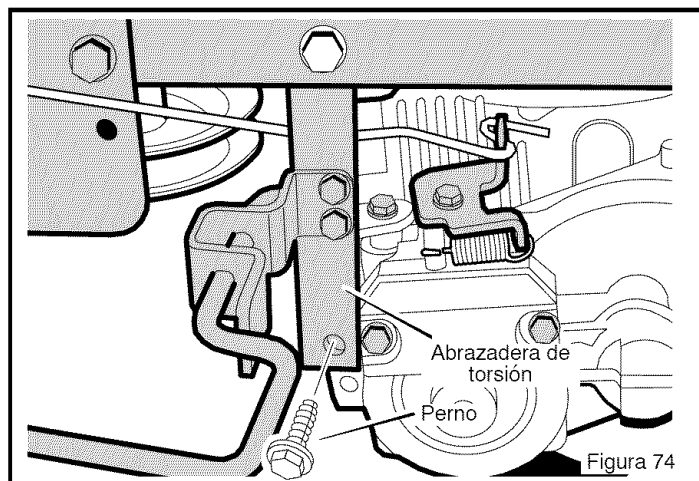

Figura 74
5. Retire la **perno** de la **abrazadera de torsión** (Figura 74).